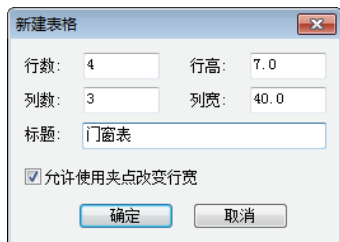

图 8-51 “新建表格”对话框
1) 输入“XJBG”命令并按〈Enter〉键，在弹出的“新建表格”对话框中设置参数，如图 8-51 所示。